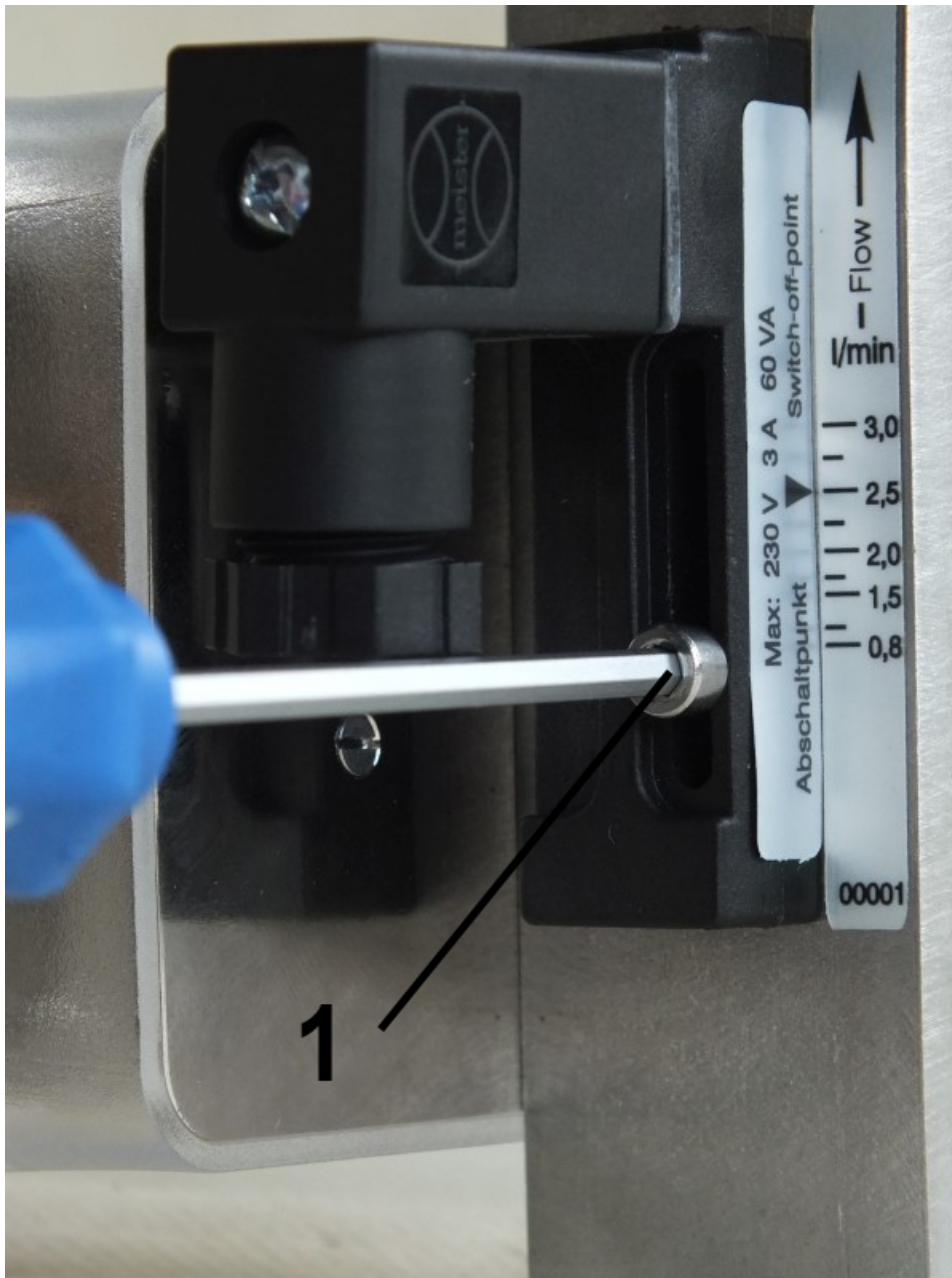

Abb. 33: Feststellschraube lösen
1. Lösen Sie die Feststellschraube des Schaltkontakts (Abb. 33/1) mit einem Sechskant-Schraubendreher
3. Ziehen Sie die Feststellschraube des Schaltkontakts (Abb. 33/1) mit einem Sechskant-Schraubendreher wieder an. Beachten Sie dabei das Schrauben-Anziehdrehmoment.